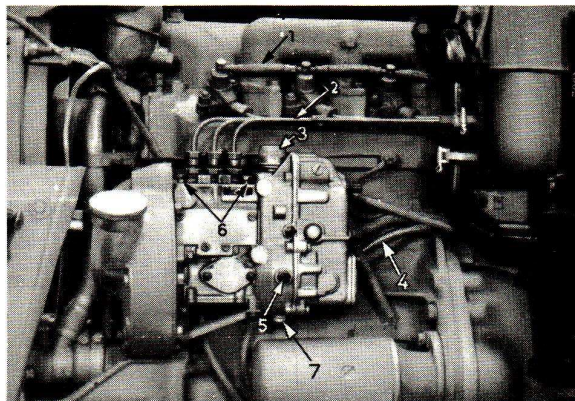

Fig. 51. - Système d'alimentation
Le bain d'huile est commun à la pompe et au REGULATEUR. La partie inférieure du carter de pompe et de régulateur doit être remplie d'une huile moteur recommandée, jusqu'au bouchon de niveau (5) fig. 51.